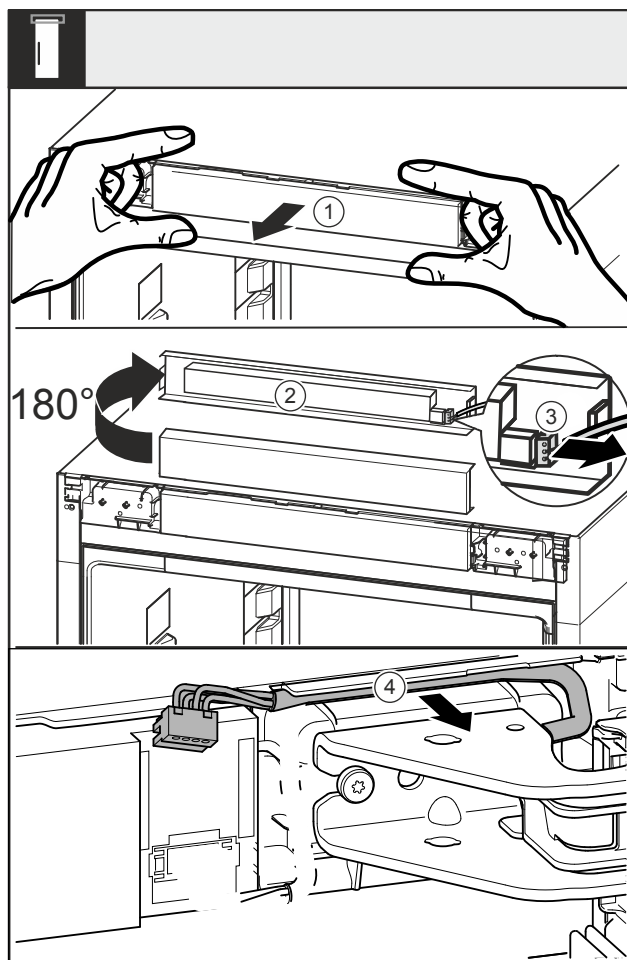

Fig. 16
- Uvoľnite kryt Fig. 16 (1) dopredu.
- Otočte kryt Fig. 16 (2) nahor o 180°.
- Potlačte výstupok na zástrčke Fig. 16 (3) dozadu a opatrne vytiahnite zástrčku.
- Uvoľnite kábel Fig. 16 (4) nad ložiskovou konzolou z vedenia.